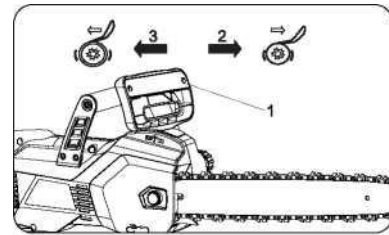

рис. 15
2. Гальмо ввімкнене (ланцюг може рухатися), коли важіль гальм направлений вперед. В цьому випадку ланцюг не повинен рухатися, (рис. 15)